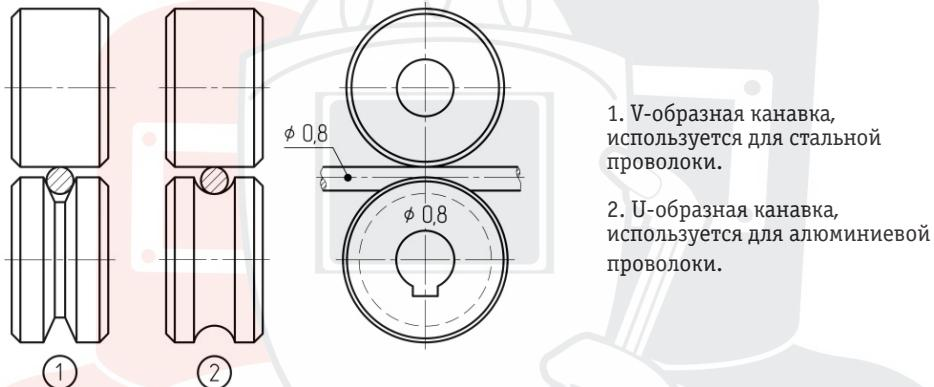

Рис. 8.4. Выбор подающего ролика.
- Форма канавки соответствует типу сварочной проволоки (См. рис. 8.4).